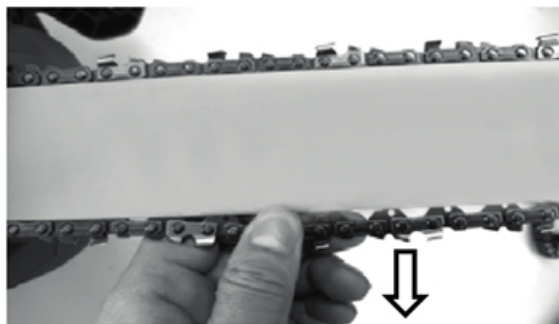

Рисунок 9. Схема перевірки натягу ланцюга.
2. Взяти рукою нижню частину ланцюга та потягнути її униз – напрямні ланок ланцюга не мають вийти за межі напрямної «шини» (рис. 9). Зазор між напрямними ланками ланцюга та «шиною» – повинен бути в межах 1-3 мм.
8. Перевірити натяг ланцюга згідно із п. 5.1.3.1. Зазор між напрямними ланками ланцюга та «шиною» повинен бути в межах 1-3 мм (рис. 9). За необхідності – повторити процедуру регулювання натягу ланцюга.